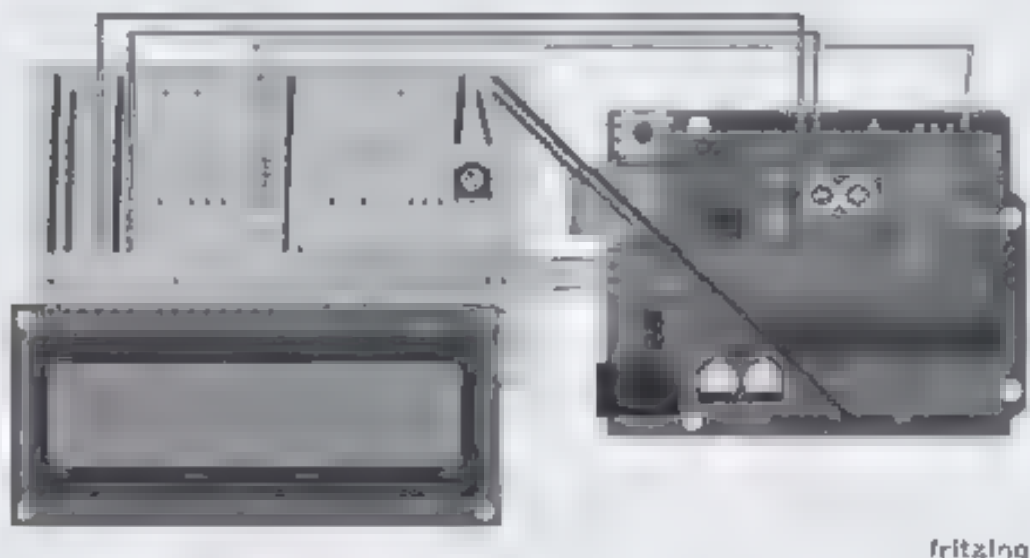

Figura 7.10 – Circuito básico para uso do LCD.
1. A partir do circuito mostrado na Figura 7.10, elabore uma rotina que mostre o seu nome completo.